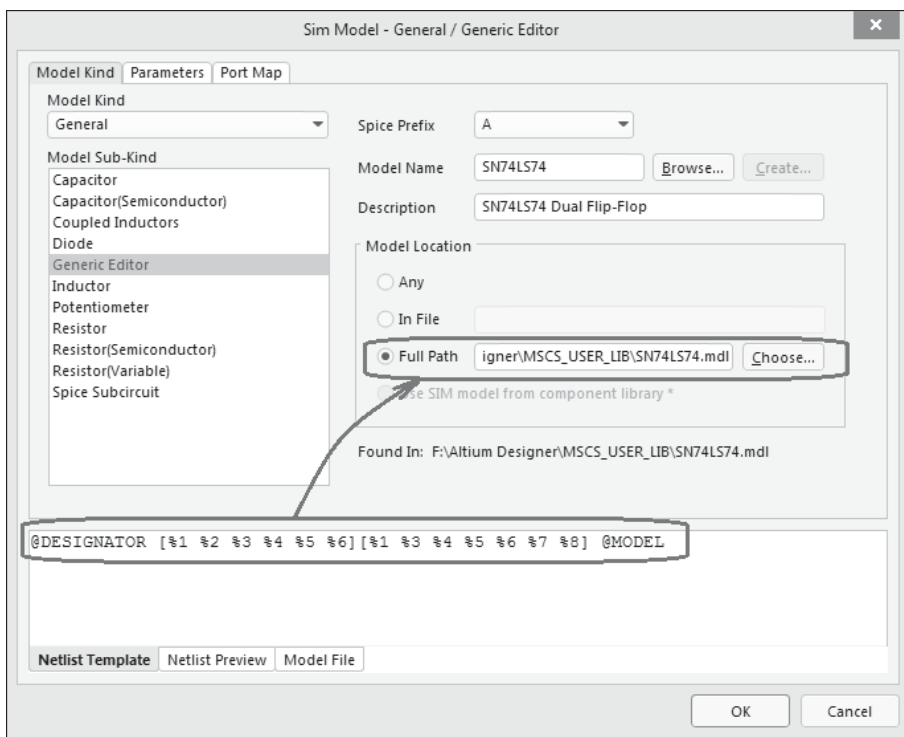
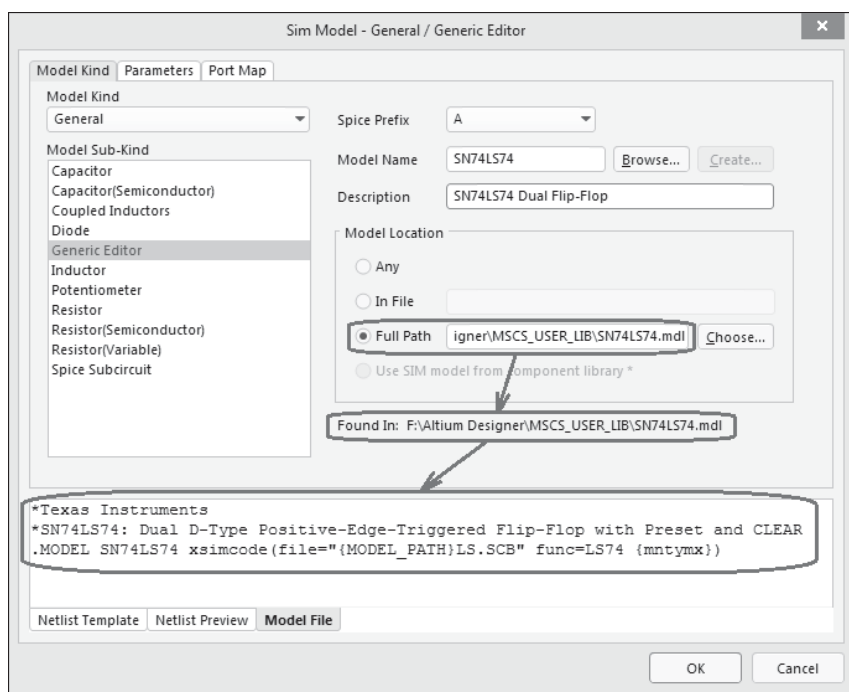

Рис. 8.46. Окно с активной панелью выбора модели цифровой микросхемы
Рис. 8.47. Активная панель привязки выводов схемного компонента к контактам XSPICE-модели
4. Щелчком на кнопке **Add** открыть список и выбрать в нем категорию **Simulation** — откроется диалоговое окно присоединения схмотехнических моделей (рис. 8.46) с пустыми полями на нижних вкладках.
Когда файл модели найден, путь к нему и имя файла отображаются на панели диалогового окна, показанного на рис. 8.46, ниже области **Model Location**. Одновременно с этим на нижней вкладке **Model File** отображается текст файла модели (рис. 8.47).